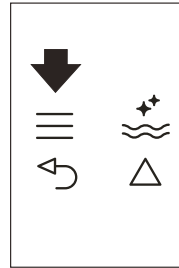
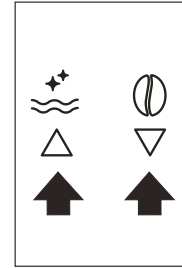

Fig. 22
Fig. 9
- Appuyez sur l'icône (B2) pour entrer dans le menu (Fig. 22) ou appuyez sur les icônes (B7) et (B8) (Fig. 9) jusqu'à ce que le message « PROGRAM HOT WATER » (PROGRAMMER EAU CHAUDE) s'affiche.